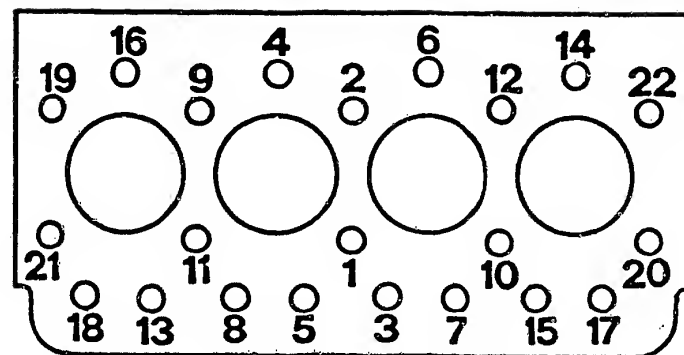

Bild 14 Diesel-/Turbo-Dieselmotor 2500: Das Anziehen der Zylinderkopfschrauben erfolgt in drei Stufen in der gezeigten Anzugsreihenfolge.
c) **Zylinderkopfdichtung:** Die 22 Befestigungsschrauben des Zylinderkopfes sind in drei Schritten in der Anzugsreihenfolge nach Bild 14 anzuziehen. Zuvor lässt man die eingeölte Schrauben während einer halben Stunde abtropfen. Die Schrauben werden zuerst mit  $40\text{Nm}$  angezogen, nochmals mit demselben Drehmoment nachgezogen, und dann um  $180^\circ$  weitergedreht. Ein späteres Nachziehen entfällt.